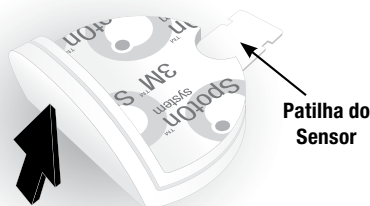

Figura 10: Remoção do sensor
2. Começando pelas margens do sensor SpotOn, remova cuidadosamente o sensor de temperatura SpotOn do paciente (Figura 10).